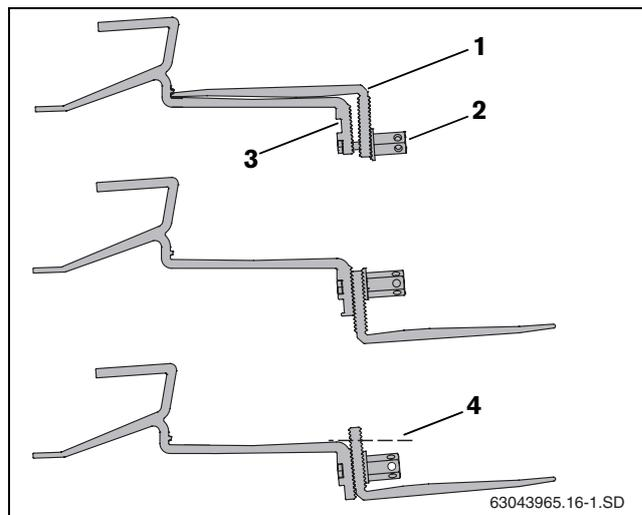

Fig. 16 Riposizionamento della parte inferiore del gancio da tetto
- ▶ Svitare la vite a testa esagonale lunga (fig. 16, [2]).
- ▶ Infilare la vite nel foro superiore (fig. 16, [3]).
- ▶ Fissare con un po' di gioco la parte inferiore del gancio da tetto (fig. 16, [1]). Non serrare ancora il collegamento.